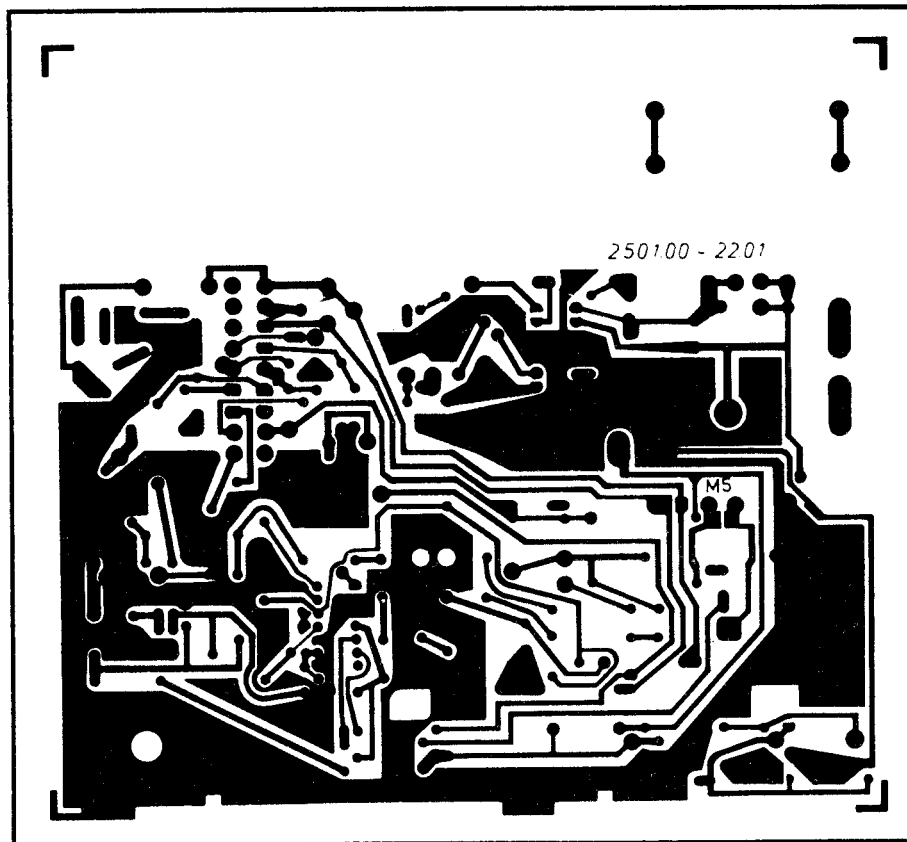

Abb. 2
- Bild 2 Leiterplatte, Leiterseite